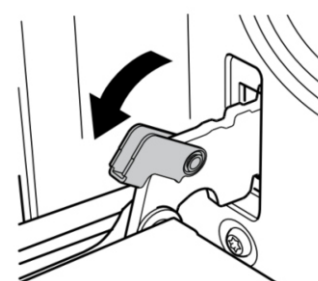

Рисунок 1
- ① Откройте дверь на максимальный угол и отведите замок на дверной петле назад (рис. 1). Имеется два замка с обеих сторон дверцы духового шкафа.